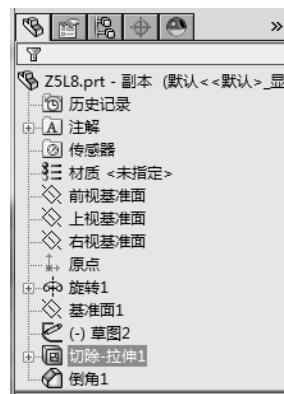

图 5-37 单击切除-拉伸特征
- [2] 在 FeatureManager 设计树中单击切除-拉伸 1 特征, 如图 5-37 所示。